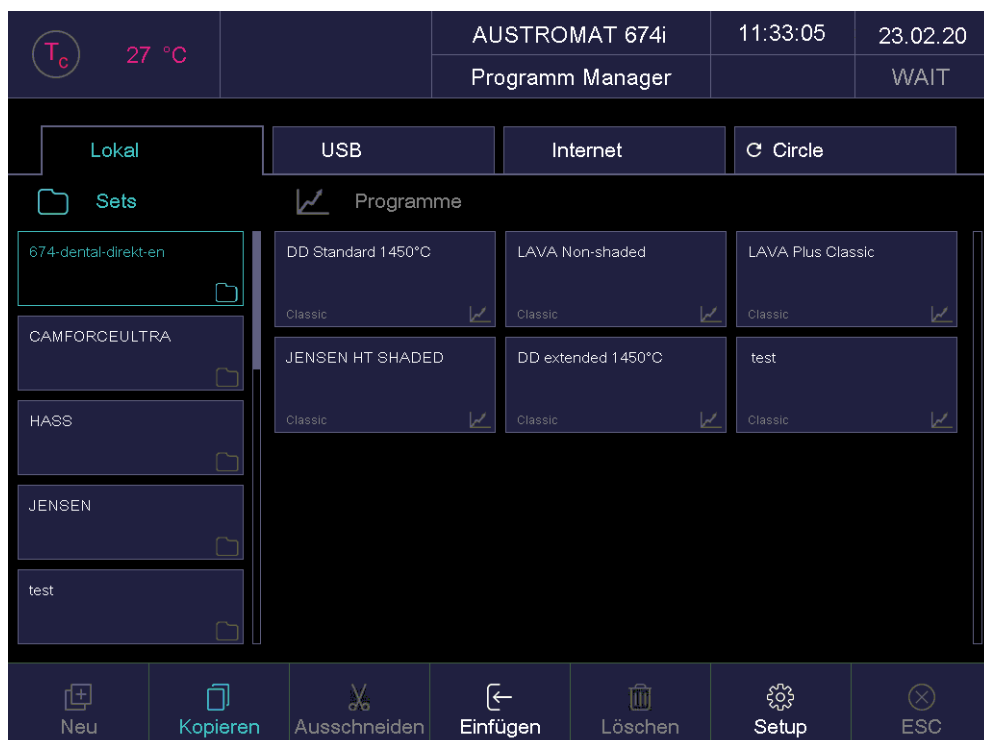

Fig. 6-3 Programm-Manager: lokale Sets
2. Tippen Sie auf den Speicherbereich "USB". Die Setliste zeigt alle Sets, die auf dem USB-Stick gespeichert sind, an. Siehe auch Fig. 6-3.
3. Die Setliste zeigt alle Sets, die auf dem DEKEMA-Server gespeichert sind, an. Siehe auch Fig. 6-3.
2. Tippen Sie auf den Speicherbereich "Circle ". Die Setliste zeigt alle Sets im Circle an. Siehe auch Fig. 6-3.
2. Tippen Sie auf den Speicherbereich "FTP Server". Die Setliste zeigt alle Sets, die auf dem FTP Server gespeichert sind, an. Siehe auch Fig. 6-3.